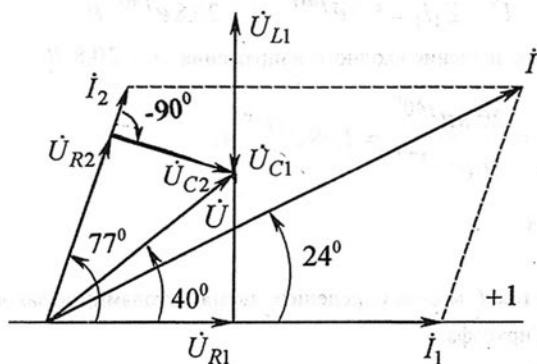

Рис. 3.5
5) Векторная диаграмма (рис. 3.5).